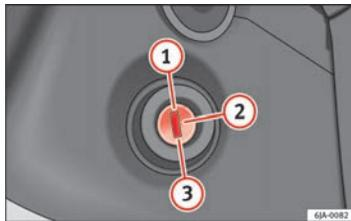

Abb. 102 Zündschloss-
- Während der Fahrt mit stehendem Motor muss der Zündschlüssel immer in der Stellung  ⇒ Abb. 102 ⇒ Seite 145 (Zündung eingeschaltet) sein. Diese Stellung wird durch Aufleuchten von Kontrollleuchten signalisiert. Wenn das nicht der Fall ist, könnte es unerwartet zur Verriegelung der Lenkung kommen - Unfallgefahr!
- Der Anlasser darf nur betätigt werden (Zündschlüsselstellung  ⇒ Abb. 102 ⇒ Seite 145), wenn der Motor steht. Wird der Anlasser sofort nach dem Ausschalten des Motors betätigt, kann der Anlasser bzw. der Motor beschädigt werden.
- Treten Sie das Kupplungspedal durch **2** ⇒ Abb. 102 ⇒ Seite 145 und starten Sie den Motor **3** – ohne auf das Gaspedal zu treten. Halten Sie das Kupplungspedal getreten, bis der Motor anspringt.
Den Motor schalten Sie durch Drehen des Zündschlüssels in Stellung **1** ⇒ Abb. 102 ⇒ Seite 145 aus. ■